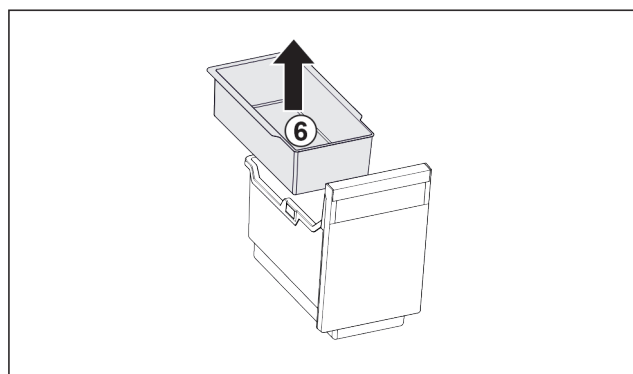

Fig. 19
- Einhängeschale Fig. 19 (6) entnehmen.